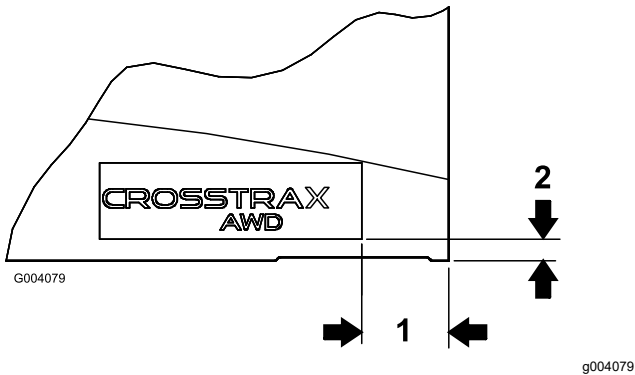

Figura 13
2. Usando las dimensiones indicadas en Figura 13, localice y coloque una pegatina CROSSTRAX en la esquina inferior trasera de cada lado del capó.